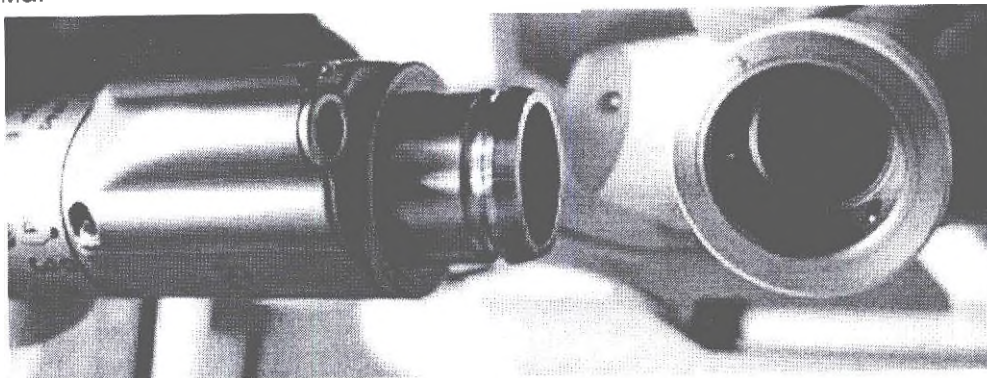

Рисунок 4.5: Присоединение манипулы
- Сдвиньте в начало ползунок Установок (см. Рисунок 4.4) на сенсорном экране. Нажмите кнопку (shutdown) (см. Рисунок 4.5) и подтвердите свое действие. Появится окно заставки.